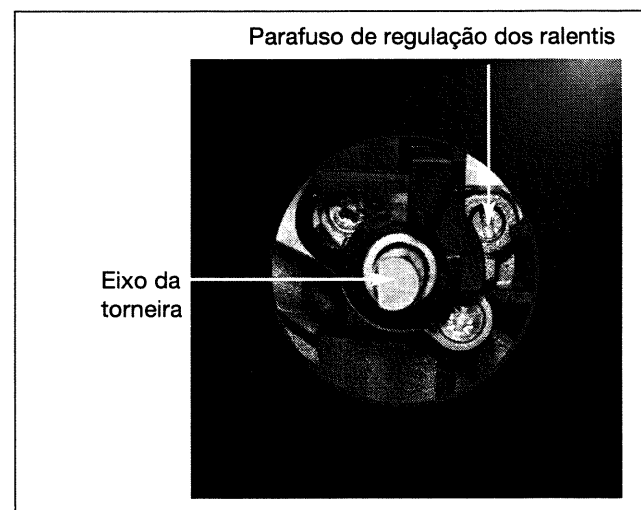

Fig. 5
- Com a chavinha de fendas incluída na bolsinha, **aperte com força** o parafuso de regulação dos redutores de latão (amarelo) (fig.5) **no sentido dos ponteiros de um relógio**